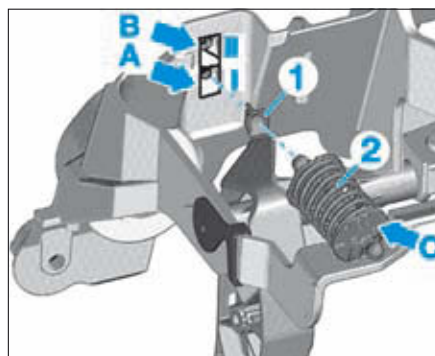

FIG. 1
Le demi coussinet (1) du ressort (2) doit être en position "II" (B) (Fig.1). Le côté noir (C) est orienté vers la pédale d'embrayage.